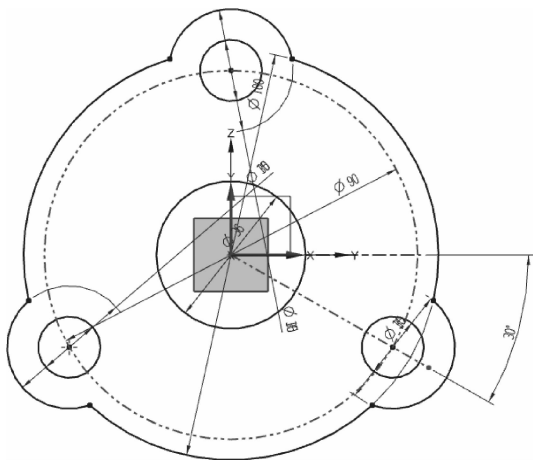

图 2-21 再次快速修剪多余的线段
(8)在“草图”工具条中单击图标,再次快速修剪多余的线段,如图 2-21 所示。